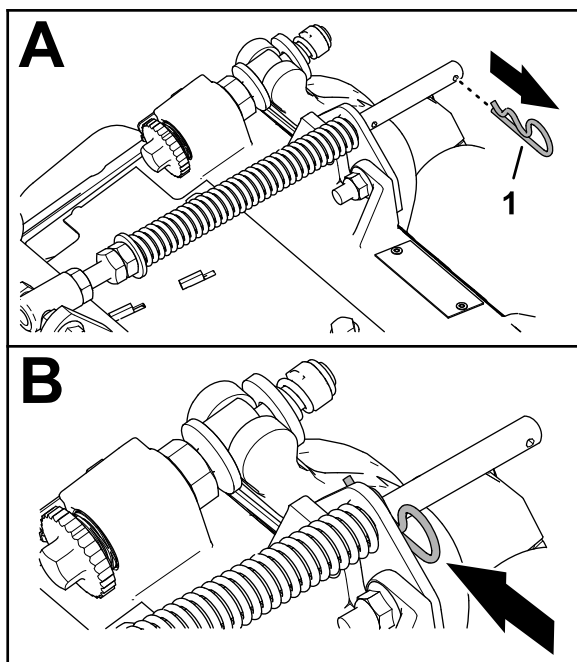

Figura 10
- Si la claveta está instalada en el orificio trasero de la varilla de compensación del muelle, retire la claveta e introdúzcala en el orificio situado junto al soporte (Figura 10).